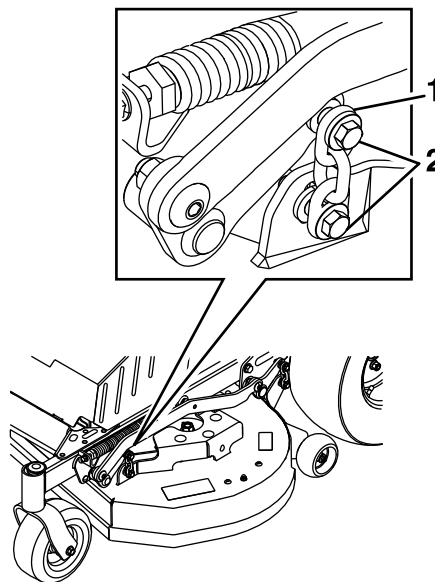

Figure 33
12. Desserrez les fixations au bas des quatre chaînes de levage de manière que le tablier repose solidement sur les cales (Figure 33). Veillez à bien tendre les chaînes de levage et à resserrer les fixations.
14. Élevez le tablier en position de transport et reposez le ressort d'aide au levage. Serrez la vis de réglage jusqu'à obtention d'un jeu de 6 à 6,4 cm (2 $\frac{3}{8}$ à 2 $\frac{1}{2}$ po) (Figure 33).